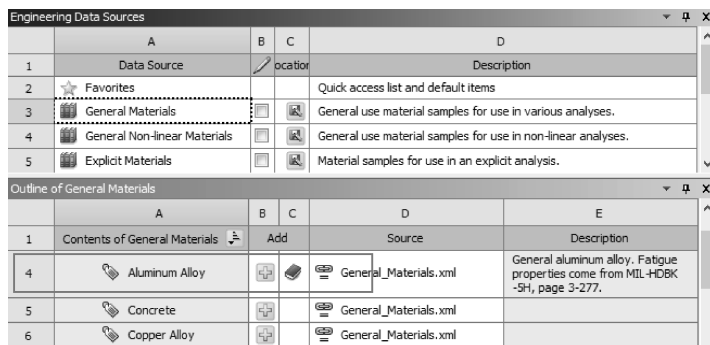

图 11-139 材料属性
(1) 编辑工程数据单元：右键单击结构静力分析【Engineering Data】→【Edit】。
(2) 在工程数据属性中增加材料：在 Workbench 的工具栏中单击  工程材料源库，此时的主界面显示【Engineering Data Sources】和【Outline of Favorites】。选择 A3 栏【General materials】，从【Outline of General materials】里查找铝合金【Aluminum Alloy】材料，然后单击【Outline of General Material】表中的添加按钮 ，此时在 C4 栏中显示标示 ，表明材料添加成功，如图 11-139 所示。